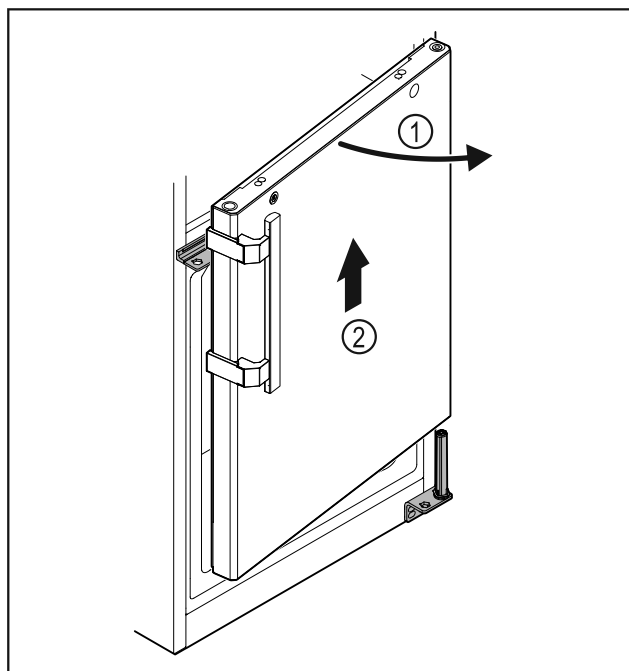

Fig. 28
► Ouvrir légèrement la porte, la soulever Fig. 28 (1) droite d'environ 200 mm et la retirer Fig. 28 (2).